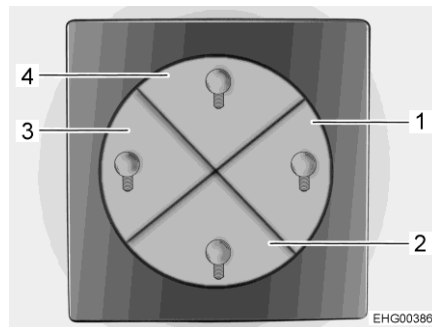

Bild 74 Omkopplare för ljusstyrning
- Huvudljus bodel (takbelysning) (knappsats 4 i Bild 74)
- Omgivningsbelysning bodel (indirekt belysning genom lysdiodremsor på sidan) (knappsats 2 i Bild 74)
- Huvudljus sovrums (takbelysning) (knappsats 3 i Bild 74)
- Omgivningsbelysning sovrums (indirekt belysning genom lysdiodremsor på sidan) (knappsats 1 i Bild 74)